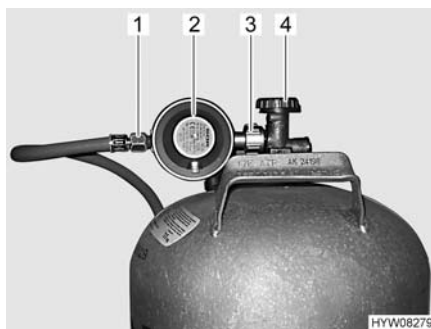

Fig. 90 Raccordo bombola del gas
- Chiudere la valvola principale di arresto (Fig. 90,4) della bombola del gas. Osservare la direzione della freccia.
- Tenere fermo il regolatore di pressione del gas (Fig. 90,2) e aprire il dado zigrinato (Fig. 90,3) (nella filettatura sinistra).
- Rimuovere il regolatore di pressione del gas con il tubo del gas (Fig. 90,1).
- Collocare il regolatore di pressione del gas (Fig. 90,2) con il tubo del gas (Fig. 90,1) sulla bombola del gas e serrare il dado zigrinato (Fig. 90,3) (generalmente filettatura sinistra). **Non** tirare con molta forza.